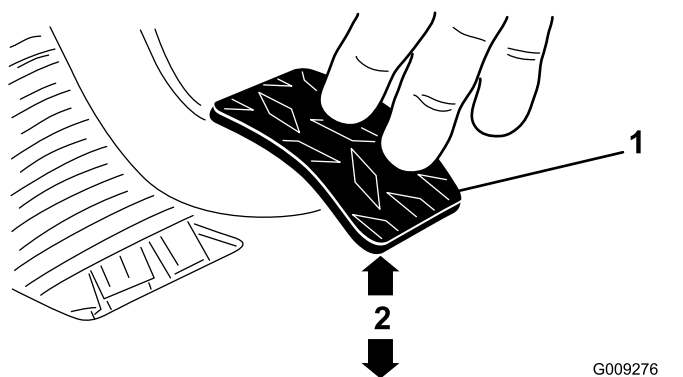

Figura 70
3. Ajuste las contratuercas o la articulación esférica hasta que el borde trasero del pedal del embrague esté a 9,2–9,8 cm del borde superior del dibujo a rombos de la chapa de suelo al aplicar una fuerza de 1,8 kg al pedal (Figura 70).